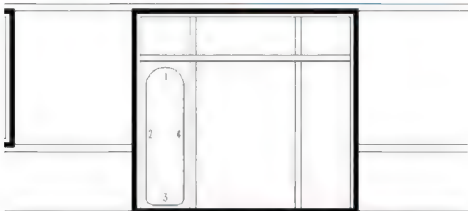

图 4.37 门扇右下角倒出半径为 100mm 的圆角
- ② 在指定圆角半径: 提示下, 输入 “100”, 指定圆角半径为 100mm。
- ③ 在选择第一个对象或 [放弃(U)/多段线(P)/半径(R)/修剪(T)/多个(M)]: 提示下, 单击 3 线偏右的位置, 选择 3 线。
- ④ 在选择第二个对象, 或按住 Shift 键选择要应用角点的对象: 提示下, 单击 4 线偏下的位置, 选择 4 线, 结果如图 4.37 所示。